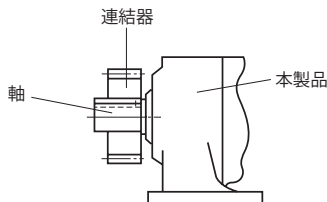
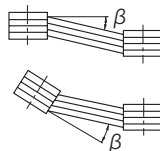

図 5-3
図 5-4
(2) チェーン・スプロケット、ギヤを使用する場合
- ・スプロケットやギヤの荷重作用点が、軸中央より本製品側へくるようにしてください。（図 5-3 参照）
(3) Vベルトを使用する場合
- ・両プリー間の平行度、偏心度 β は 20° 以内としてください。（図 5-4 参照）